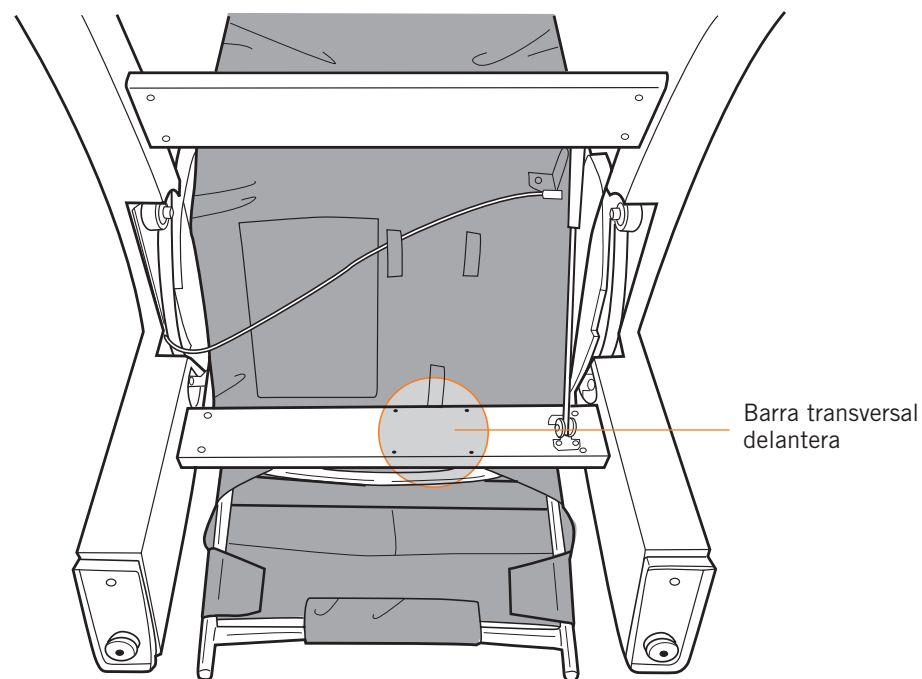

Fig.11
1. Con cuidado, voltee la silla sobre el apoyapiés (Fig.11).